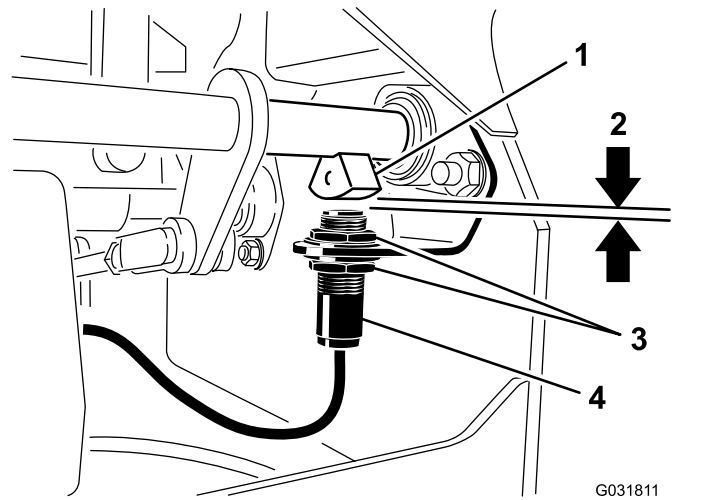

Figura 73
4. Mueva el interruptor hacia arriba o hacia abajo en el soporte hasta que la distancia entre el sensor del eje del freno y el émbolo del interruptor sea de 4 mm (5/32") como se muestra en (Figura 73).